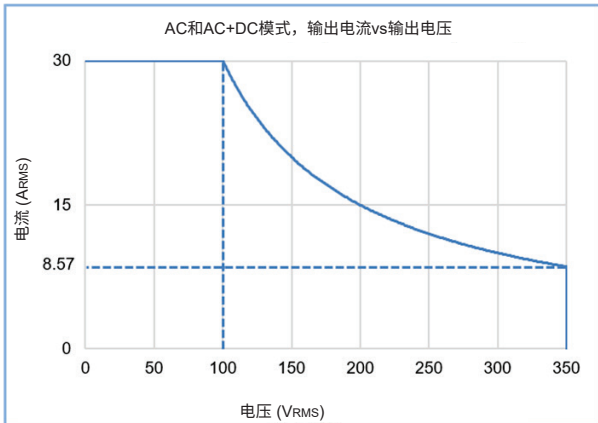
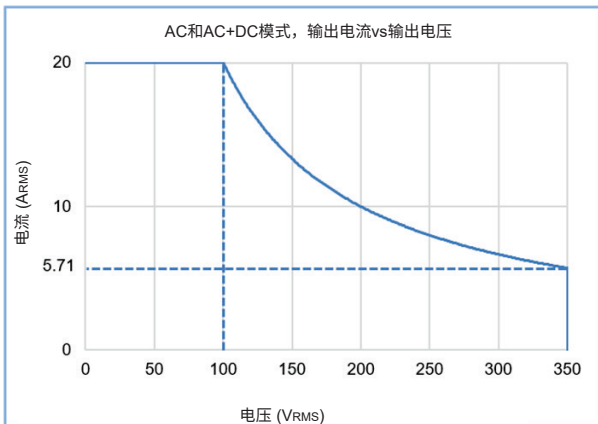

图1: 3kVA AC和AC+DC特性
图3: 2kVA AC和AC+DC特性
- *3: 最大RMS电压设置范围与输出电流设定值相关。当输出电流设定值超过5.714A (2kVA)或8.571A (3kVA) 时, 输出电压设定值受额定输出功率的限制。参照图1和图3。